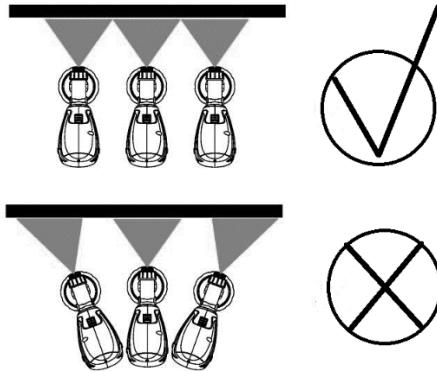

Рисунок 6
4.4 Фарбування потрібно починати із зовнішньої сторони робочої зони, тримаючи розпилювач паралельно, на однаковій відстані, приблизно 10-30 см від об'єкта (Рисунок 6.). Переміщайте розпилювач рівномірно горизонтально або вертикально, залежно від налаштування форми струменя. Плавне переміщення розпилювача, з постійною швидкістю, призведе до рівномірного покриття поверхні. Рух інструмента уздовж поверхні, що фарбується здійснюйте безперервною зигзагоподібною лінією. Щоб уникнути напливів фарби, робіть перерву між повторним фарбуванням поверхні (особливо вертикальної), достатній для висихання попереднього шару.